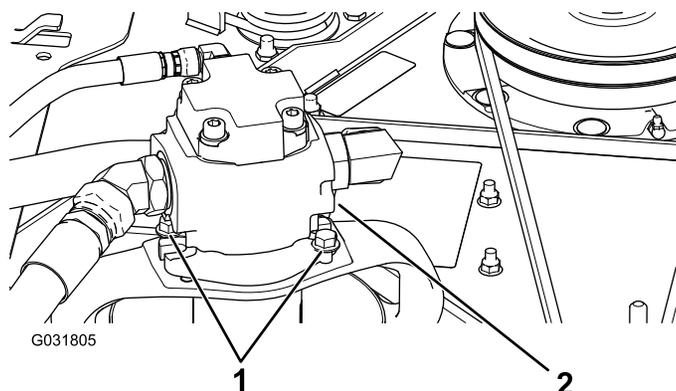

図 122
5. 油圧モータを刈り込みデッキに固定しているボルトを外す 図 122。
3. 油圧モータを刈り込みデッキに固定しているボルトを外す 図 122。